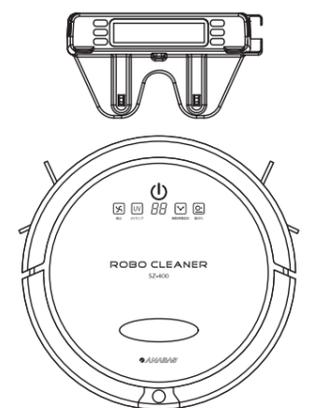

図1
(付属のコイン形電池は工場出荷時の動作確認用です。市販のコイン形電池を文字面が見えるように取付けてご使用下さい。)図1
- 稀に充電ステーションから遠い場合に時間がかかるケースがあります。その場合は、本体を手を持って充電ステーションのそばに移動して下さい。(図1)本体を落とさないように注意してください。
- 充電ステーションのそばに置いて、本体の電源スイッチをONにしてリモコンのドッキングボタンを押して下さい。(図1)
- 1 新聞紙などを敷いた上に本機を置き取外しボタンを押し、図1のように集塵ケース(ダストボックス)を外してください。